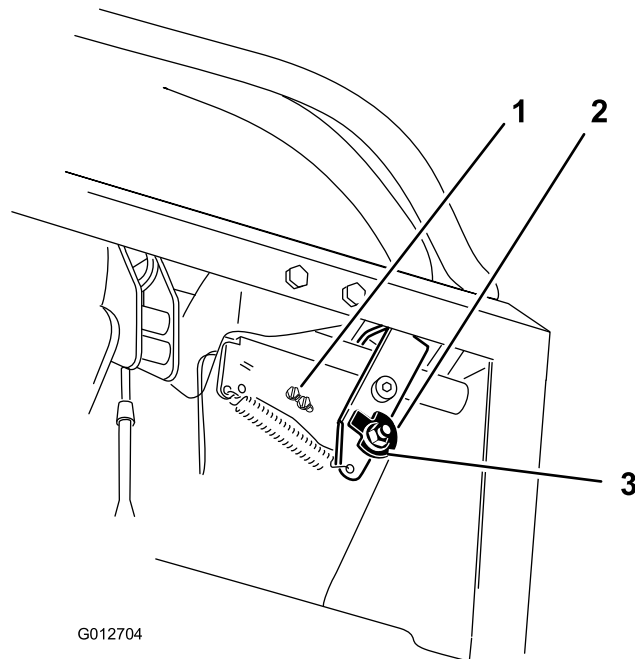
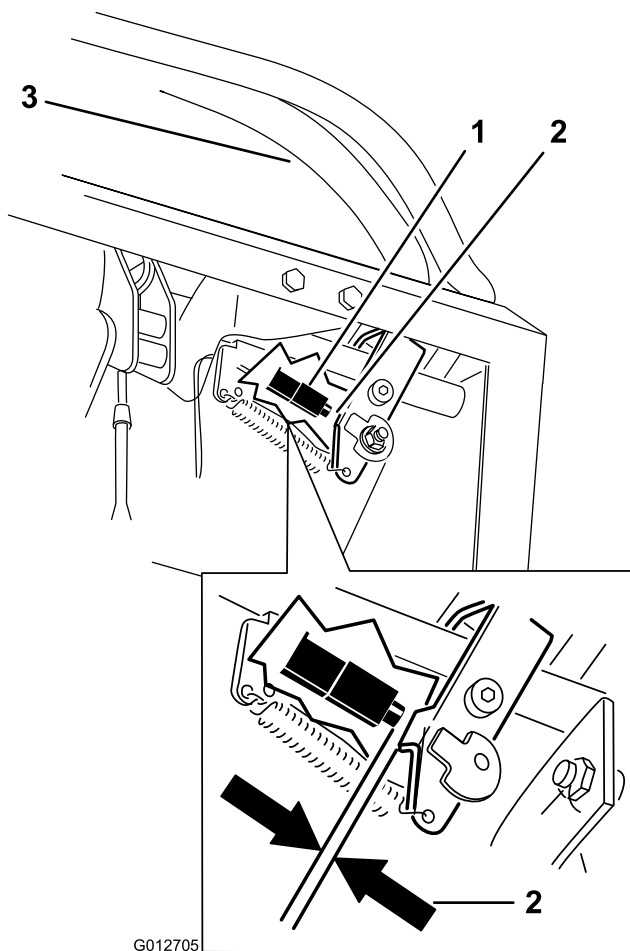

Figure 67
Figure 68
10. Vérifiez l'écartement entre le levier de commande et l'interrupteur comme illustré à la Figure 68. L'écartement doit être de 3 mm (1/8") lorsque le levier de commande de déplacement droit est au point mort, en position déverrouillée.
11. Au besoin, desserrez les vis de fixation de l'interrupteur et réglez l'interrupteur (Figure 67 et Figure 68).
7. Desserrez l'écrou de fixation de la came (Figure 67).